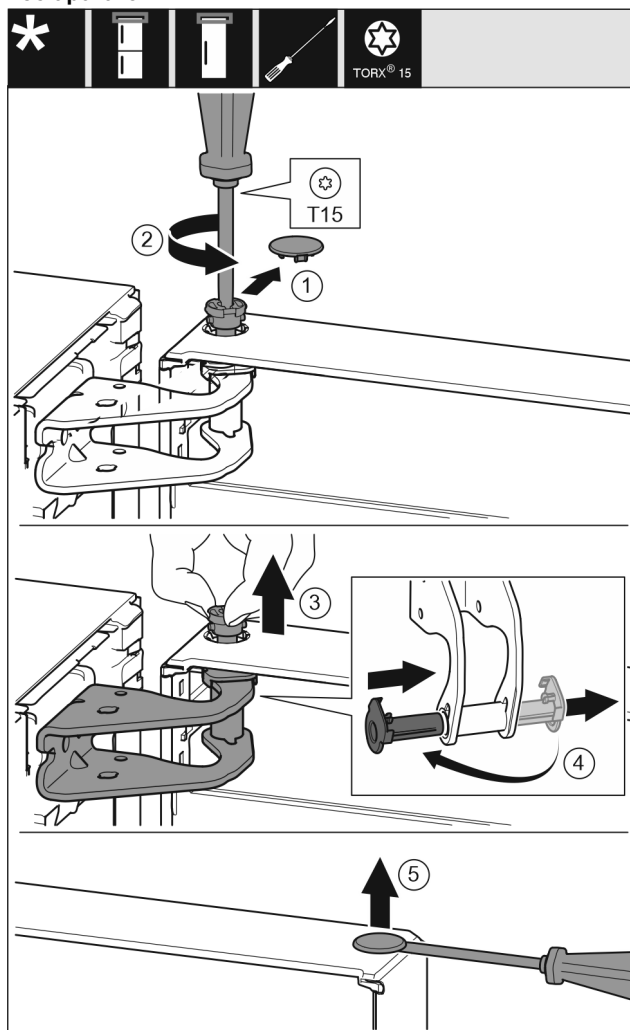

Fig. 10
- ▶ Previdno snemite varovalni pokrov. Fig. 10 (1)
- ▶ Sornik nekoliko izvijte z izvijačem T15. Fig. 10 (2)
- ▶ Držite vrata in s prsti izvlcite sornik. Fig. 10 (3)
- ▶ Ležajno dozo povlecite iz vodila. Vstavite z druge strani in pazite, da se zaskoči. Fig. 10 (4)
- ▶ S ploščatim izvijačem previdno dvignite čep iz ležajne doze vrat in ga izvlcite. Fig. 10 (5)